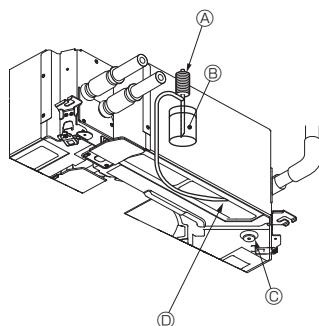

Fig. 7-6
7.4. Kontrollere avløpet (Fig. 7-6)